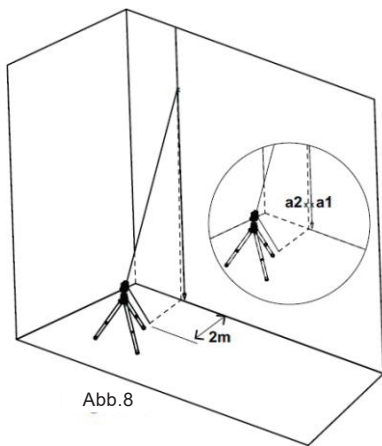

Abb. 8
6. Markieren Sie den Punkt a2 an der Wand in der Mitte der vertikalen Linie auf gleicher Höhe wie a1 (siehe Abbildung 8).